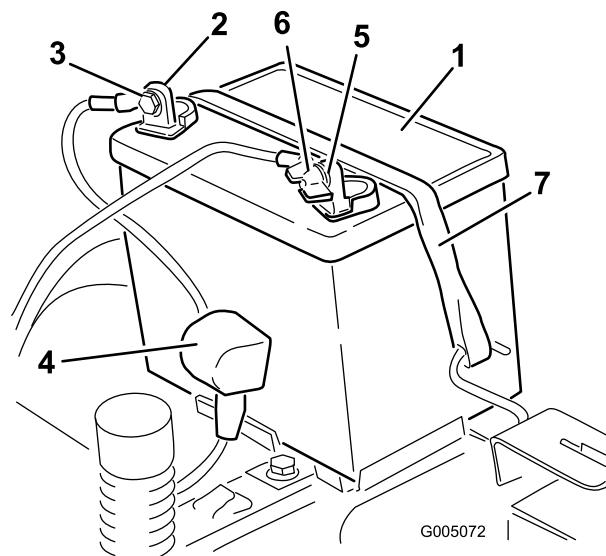

Figura 39
4. Staccate il cavo negativo (nero) di terra dal polo della batteria (Figura 39). Conservate tutti i dispositivi di fermo.
5. Infilate il cappuccio di gomma sul cavo positivo (rosso) della batteria. Staccate il cavo positivo (rosso) dal polo della batteria (Figura 39). Conservate tutti i dispositivi di fermo.
6. Togliete il dispositivo di fissaggio della batteria (Figura 39) e togliete la batteria dal vassoio.
1. Posizionate la batteria sul vassoio con i poli dei morsetti rivolti verso la posizione di guida (Figura 39).
5. Fissate la batteria con l'apposito dispositivo (Figura 39).